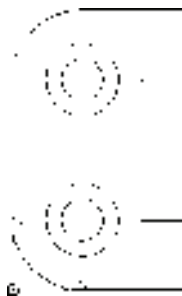

图 11-120 绘制矩形
10) 绘制矩形。单击“绘图”工具栏中的“矩形”按钮，以 (60,25) 为第一个角点，以 (@-14,50) 为第二个角点，绘制矩形。结果如图 11-120 所示。